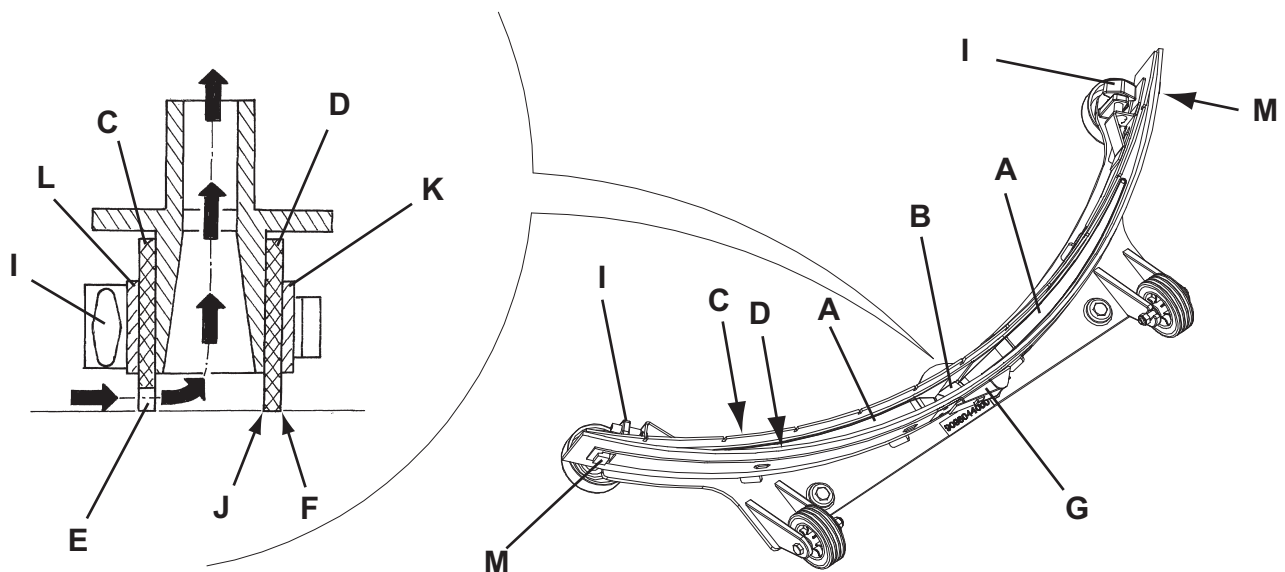

Abbildung 3
2. Netzkabel (3) vom Stromnetz lösen und auf den Halter (4) wickeln.
3. Sauglippe (21) mit dem Hebel (7) absenken.
4. Sterngriffe (22) lösen und Sauglippe (21) abnehmen.
5. Ansaugrohr (11) von der Sauglippe abnehmen.
6. Die Sauglippe (Abb. 3) waschen und reinigen. Besonders den Schmutz und Abfälle von den Förderöffnungen (A) und der Ansaugöffnung (B) beseitigen. Überprüfen, ob der vordere (C) und der hintere Gummi (D) unversehrt sind und keine Schnitte oder Risse aufweisen, gegebenenfalls austauschen (siehe nachstehender Absatz).
- Die Sauglippe (Abb. 3) reinigen, und dabei wie angegeben im vorhergehenden Abschnitt vorgehen.
- Prüfen dass der Saum (E, Abb. 3) des Vordergummis (C) und der Saum (F) des Hintergummis (D) gleichzeitig auf einem flachen Fußboden über ihre ganze Länge ruhen, ansonsten in der Höhe wie folgt beschrieben einstellen:
- Den Zugstab (G) entfernen und die Befestiger (M) lösen, das Hintergummi (D) einstellen und die Befestiger ankuppeln und den Zugstab installieren.
- Sterngriffe (I) lösen und vorderen Gummi (C) einstellen. Sterngriffe wieder festdrehen.
- Überprüfen, ob der vordere (C) und der hintere Gummi (D) unversehrt sind und keine Schnitte oder Risse aufweisen, gegebenenfalls wie folgt austauschen. Überprüfen, ob die Vorderkante (J) des hinteren Gummis verschlissen ist. Gegebenenfalls Gummi umdrehen und eine der drei unversehrten Kanten als Vorderkante verwenden. Sind auch die anderen drei Kanten abgenutzt, Gummi wie folgt austauschen:
- Zugstange (G) entfernen, Haltevorrichtungen (M) lösen, Haltestreifen (K) abnehmen und hinteren Gummi (D) umdrehen/austauschen.
1. Netzkabel (3) vom Stromnetz lösen und auf den Halter (4) wickeln.
3. Den Deckel (18) in der Waschposition (L, Abb. 3) bringen.
4. Den Deckel (A), die Tanks (B und C) und das Ansauggitter mit automatischem Schwimmverschluss (D) mit klarem Wasser reinigen und waschen.